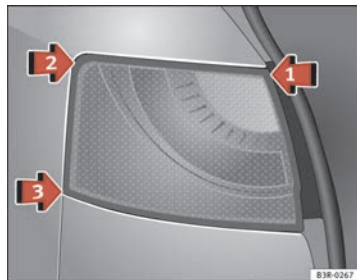
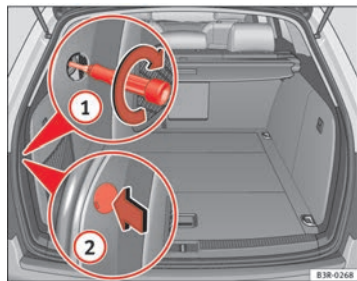

Fig. 230 Montar la unidad de luz trasera
Fig. 231 Maletero: Posición del tornillo de fijación para la unidad de luz trasera
- Coloque la unidad de luz trasera primero en ⇒ fig. 230 flecha ① en el alojamiento.
- Presione ligeramente la unidad de luz trasera, primero por el punto ② y luego por el punto ③ contra el alojamiento, hasta que los clips asienten firmemente en los cojinetes de goma.
- Ejercer una ligera presión sobre la parte superior de la unidad de luz trasera y fíjela con el destornillador desde el maletero ⇒ fig. 231 ①.
- Vuelva a colocar la cubierta del tornillo con el rebaje hacia atrás ②.